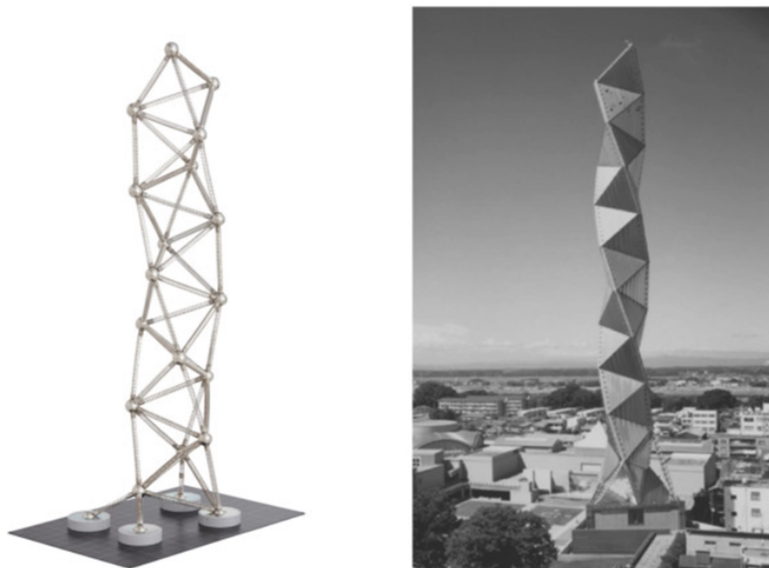

Figura 2. Exemplo de uma construção e sua representação utilizando o Mola.
c. 4ª Fase (final): Fase eliminatória, constituída de 1 (um) grupo com duas equipes. Esta fase consiste em **um desafio** por grupo, o qual deverá apresentar aos presentes (*data show* no formato .pdf ou .pptx) um sistema estrutural representativo de qualquer obra construída ou em construção e, em seguida, montar este sistema estrutural utilizando até **dois kit's mola** e **um número mínimo de 30 peças** (ver exemplo na Figura 2).